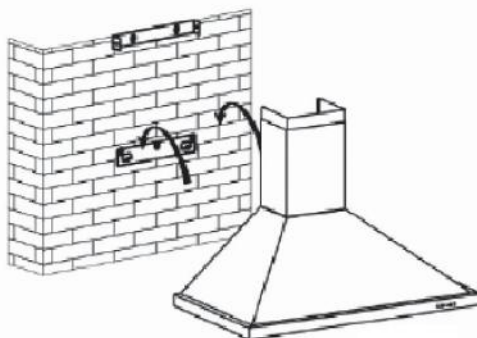

fig. 2
(fig. 2)
- Coloque e fixe o corpo do exaustor neste suporte com os parafusos previstos para esse fim (fig. 2).